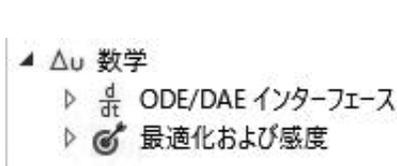
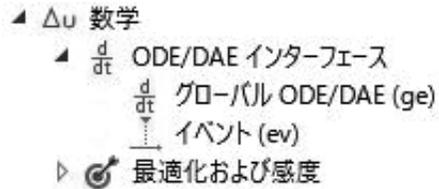

図3 ノード「数学」を展開
図4 「ODE/DAE インターフェース」を展開
3. 図 2 のような「フィジックス選択」が表示される。ここで、**▷ Δu 数学**の左端の▷をクリックすると、図 3 のように展開される。さらに「ODE/DAE インターフェース」の左端の▷をクリックして展開すると図 4 のようになる。このようなパターンは、これからもしばしば現われ、ノードのツリー構造と呼ばれる。(展